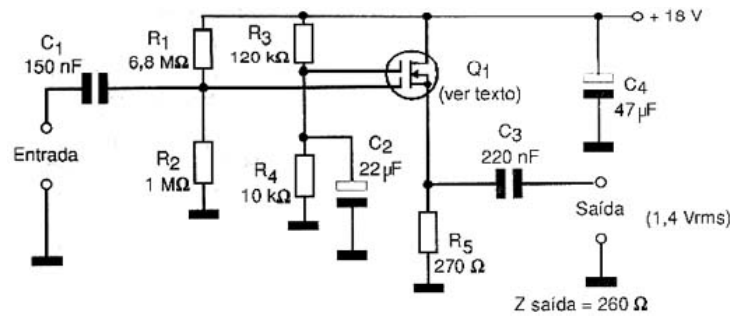

Figura 12: Circuito do seguidor de fonte.
- **SEGUIDOR DE FONTE:** Um seguidor de fonte é um amplificador que tem um ganho de tensão unitário, porém uma elevadíssima impedância de entrada e uma impedância muito baixa de saída. O circuito da figura 12 mostra uma aplicação deste tipo que pode ser considerada equivalente ao seguidor de tensão normalmente feito com amplificadores operacionais.